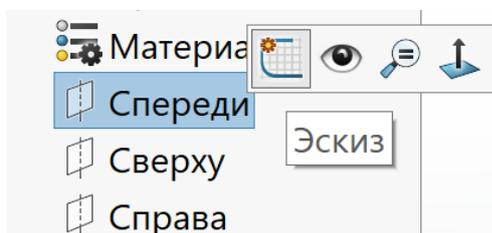

Рисунок 2.2 – Перехід в режим ескізу з Древа конструювання
3. Натиснувши лівою кнопкою миші на одну з площин в Дереві конструювання, та вибравши піктограму нового ескізу (рис. 2.2).